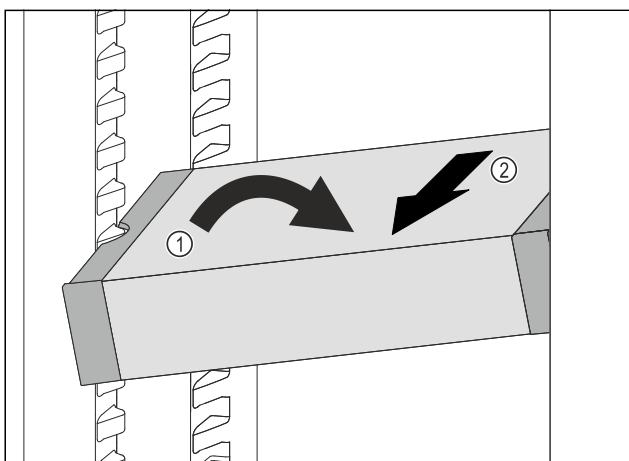

Fig. 108
- Impostare il vano frigorifero di VarioSafe ad angolo. Fig. 108 (1)
- Rimuovere VarioSafe tirando in avanti. Fig. 108 (2)